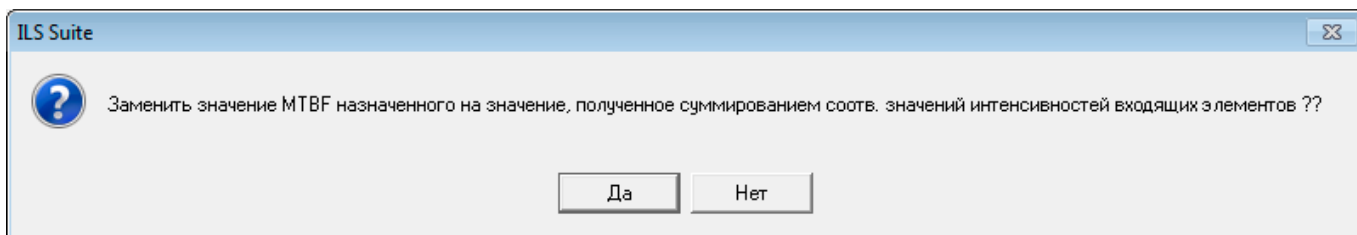

Рис. 11-19 – Диалоговое окно для подтверждения замены параметра надежности выбранного компонента
- 4) В открывшемся диалоговом окне нажать кнопку «Да» для подтверждения действия (рис. 11-19).